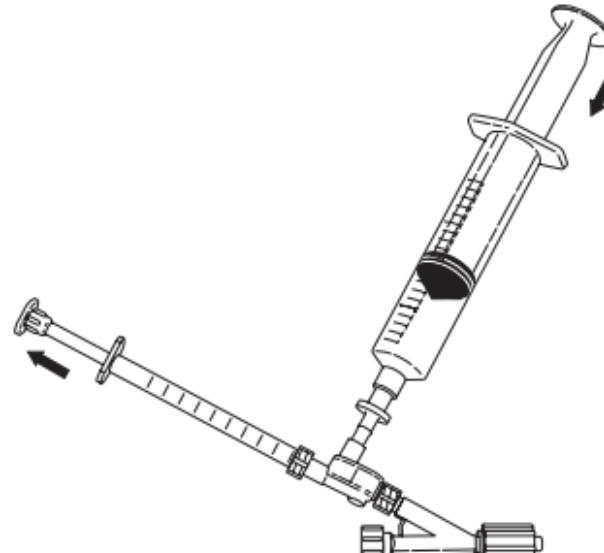

Fig. 4
6. Collegare la siringa da 1 mL al raccordo di iniezione e aspirare 0,5 mL di soluzione. Staccare la siringa da 1 mL ed eliminare tutte le bolle d'aria dalla siringa. Lasciare una goccia di soluzione sul raccordo di iniezione prima di ricollegare la siringa da 1 mL premendo leggermente la siringa da 20 mL per riempire il raccordo di iniezione. Ricollegare la siringa da 1 mL al raccordo di iniezione. (**Fig. 4**)